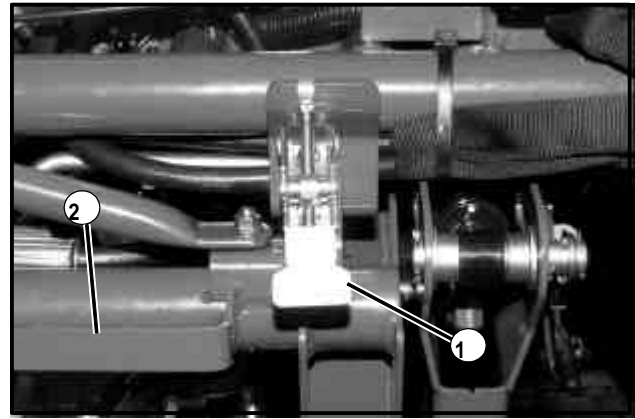

Figure 12
- Relâchez le verrou (voir la fig. 12).
- Arrêtez la tondeuse et pivotez le bras postérieur sous la tondeuse, puis fixez le bras avec le verrou (voir la fig. 12).